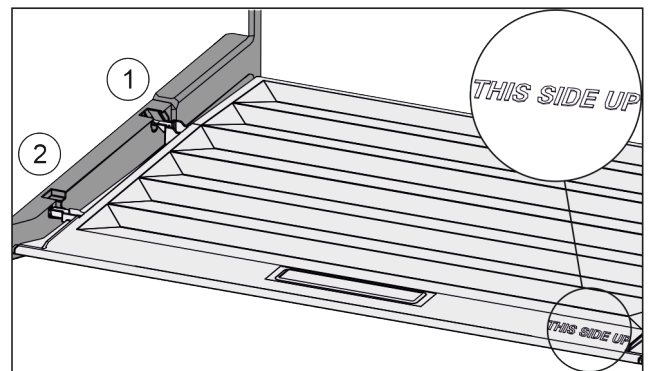

Fig. 46
- ▶ Dekselranden via de opening van de achterste houder Fig. 46 (1) aanbrengen en van voren in de houder Fig. 46 (2) klikken.